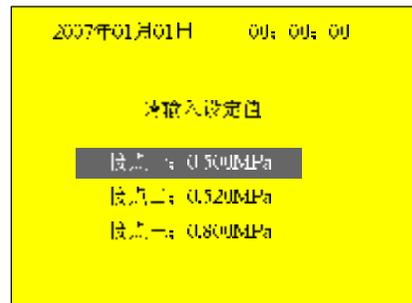

图 7
(2) 校验值设定界面，该值作为校验值的对比值。按‘上’‘下’键换行，按‘+1’‘-1’和‘左移’‘右移’键修改数值，按确认键保存所有新值并进入校验项目选择界面，如图 7。